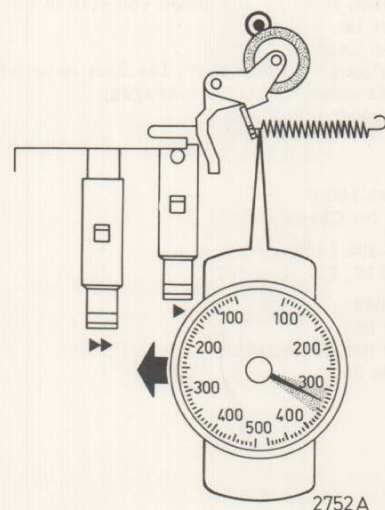

Fig. 4
4. Einstellen des Schwungradbügels 503, Abb. 35. Einstellen der Andruckkraft von Andruckrolle 76, Abb. 4
5. Regolazione della forza del rullo preminastro 76, fig. 4